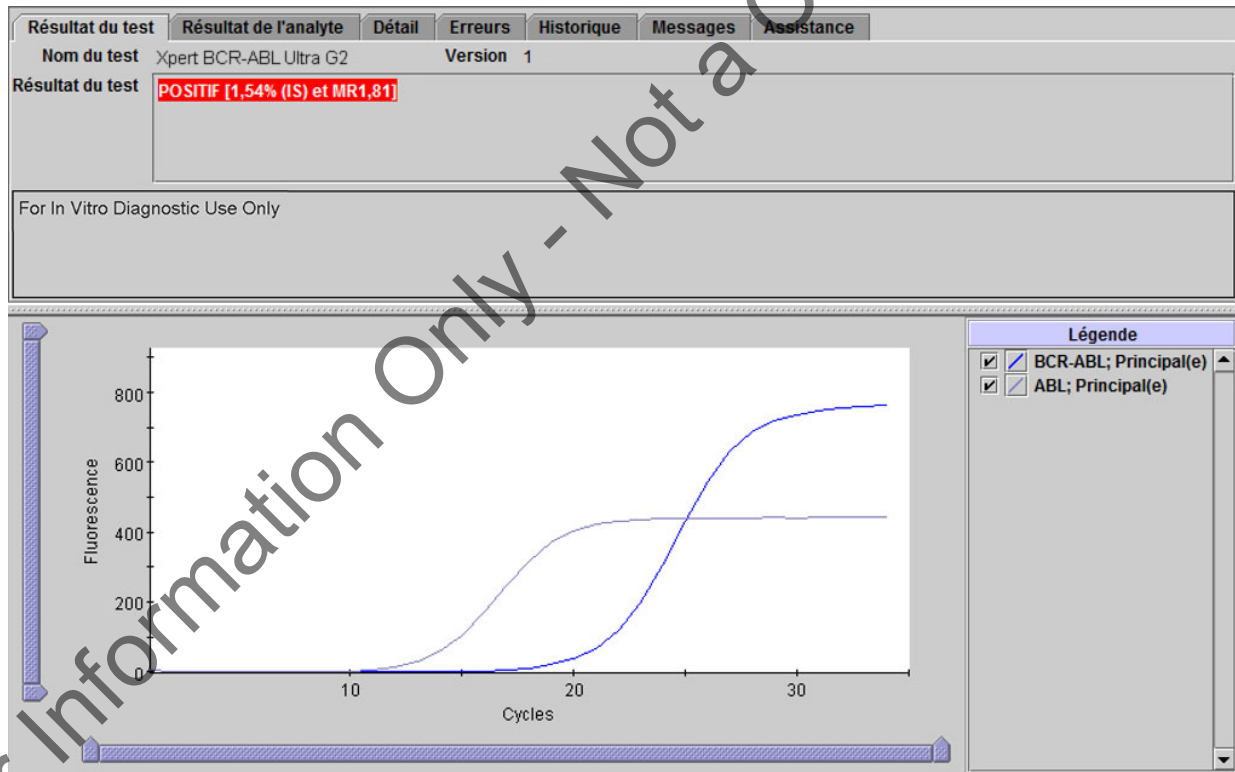
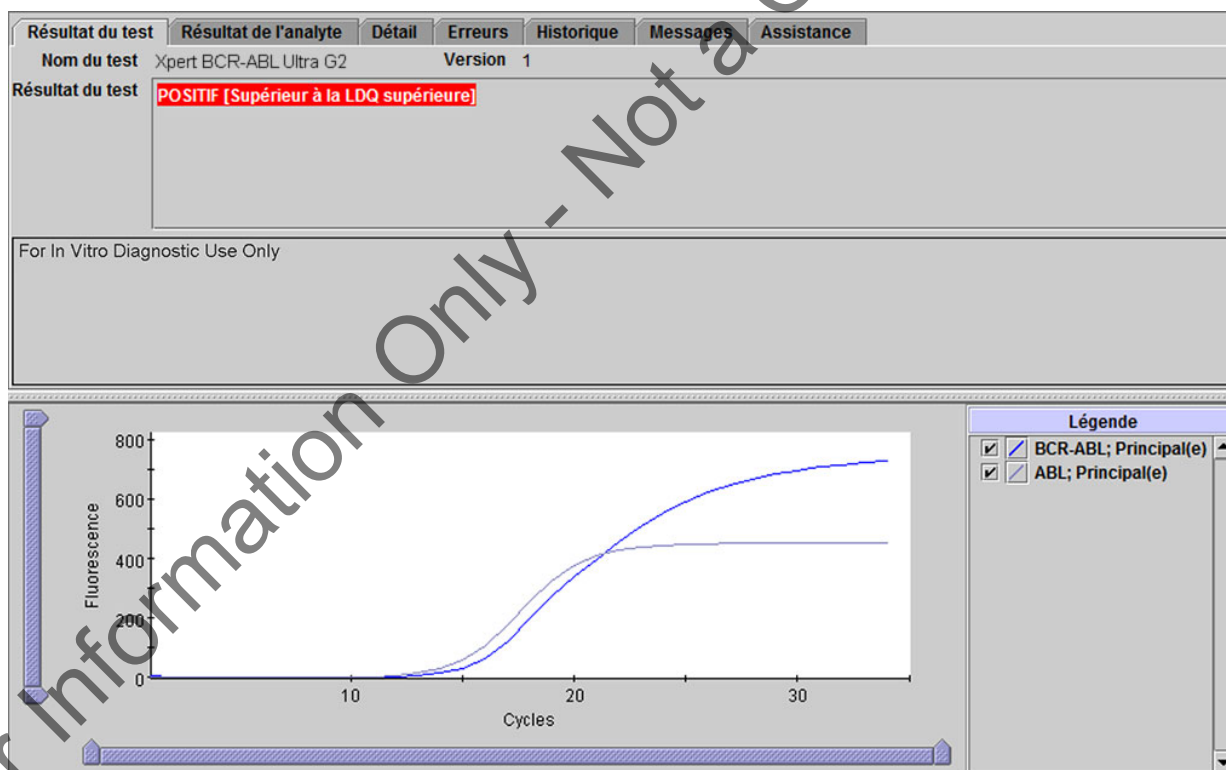
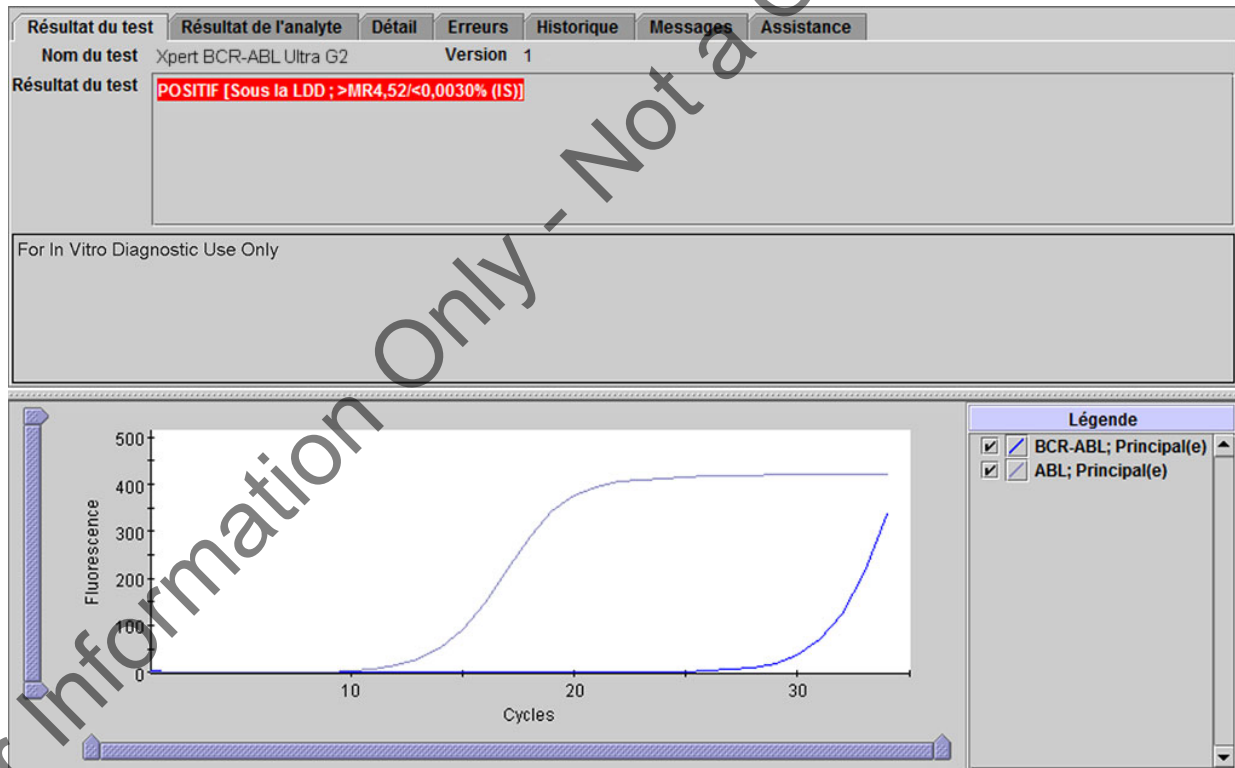

Figure 2. Fenêtre Afficher les résultats (View Results) du système GeneXpert Dx : **POSITIF [1,54 % (IS) et MR1,81]**
Figure 3. Fenêtre Afficher les résultats (View Results) du système GeneXpert Dx :
Figure 4. Fenêtre Afficher les résultats (View Results) du système GeneXpert Dx : POSITIF [Sous la LDD ; >MR4,52/<0,0030 % (IS)]
POSITIF (POSITIVE) Voir les Figure 2, Figure 3, Figure 4	Le transcrit BCR-ABL a été détecté. <ul style="list-style-type: none"> • BCR-ABL POSITIF (BCR-ABL POSITIVE) – Le transcrit BCR-ABL a été détecté et présente un cycle seuil (Ct) dans la plage valide et une valeur finale au-dessus du seuil défini. • Résultats positifs possibles : <ul style="list-style-type: none"> • POSITIF [# ,## % (IS) et MR# ,##] (POSITIVE [# .##% (IS) and MR# .##] ; Figure 2. • POSITIF [Supérieur à la LDQ supérieure] (POSITIVE [Above upper LoQ] ; Figure 3. • (POSITIF [Sous la LDD ; >MR4,52/<0,0030 % (IS)] (POSITIVE [Below LoD; >MR4.52/<0.0030% (IS)] ; Figure 4. • ABL RÉUSSITE (PASS) ; le transcrit ABL a été détecté et présente un cycle seuil (Ct) dans la plage valide et une valeur finale au-dessus du seuil défini. • Quand la valeur Ct ABL est inférieure à 18, un nombre minimum de 32 000 copies d'ABL était présent dans la réaction.^{17,18} • Vérification de la sonde – RÉUSSITE (PASS) ; tous les résultats de vérification de la sonde ont réussi.
Résultat : **POSITIF [1,54 % (IS) et MR1,81] (POSITIVE [1.54% (IS) and MR1.81])**. Voir la Figure 2.
Résultat : **POSITIF [Supérieur à la LDQ supérieure] (POSITIVE [Above upper LoQ])**. Voir la Figure 3.
Résultat : **POSITIF [Sous la LDD ; >MR4,52/<0,0030 % (IS)] (POSITIVE [Below LoD; >MR4.52/<0.0030% (IS)])**. Voir la Figure 4.